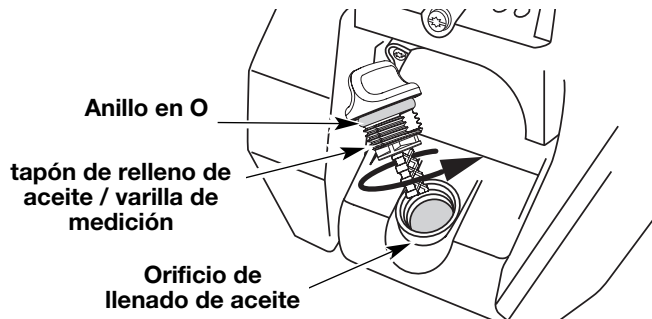

Fig. 58
6. Si el nivel está bajo, agregue una pequeña cantidad de aceite en el orificio de llenado de aceite y vuelva a medir (Fig. 58). Repita hasta que el nivel de aceite llegue hasta la parte superior de la varilla de medición.
**NOTA:** Verifique que el anillo en O esté en su lugar en el tapón de relleno de aceite / varilla de medición cuando mida y cambie el aceite (Fig. 58).